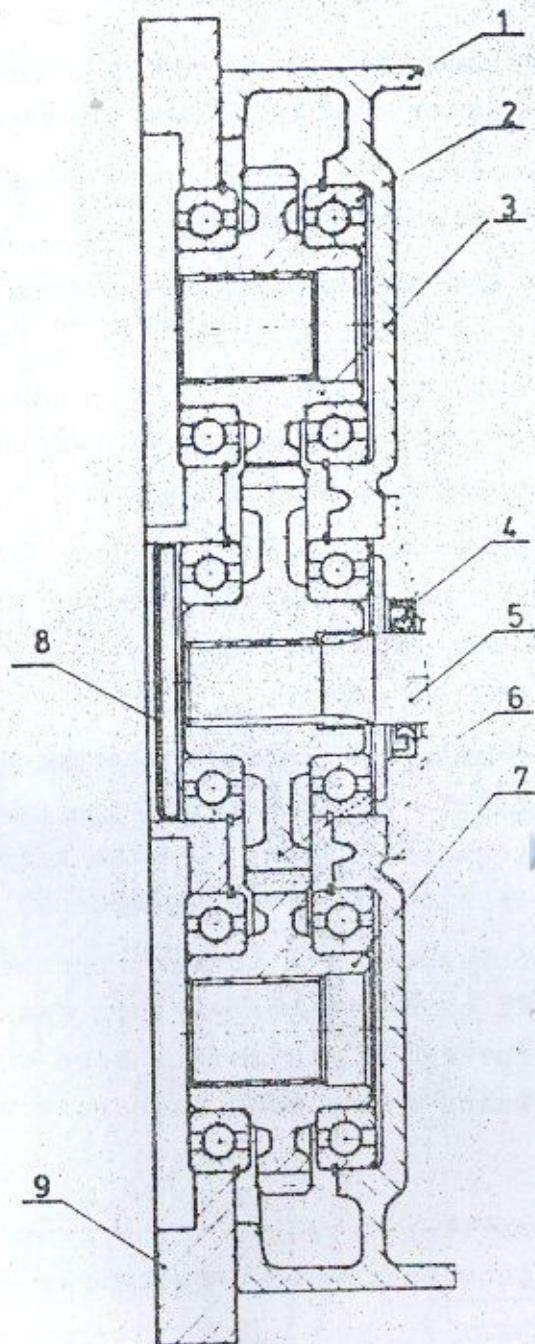

Рис.28 Привод гидронасосов - привод для гидронасосов SPV-20
#### Монтаж зубчатого колеса /рис.28/
- колесо для привода ходовой части /поз.3 и 7, рис.28/